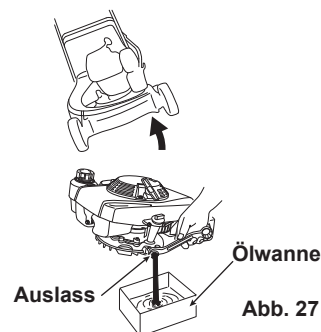

Abb. 27
2. Lassen Sie das Motoröl durch den Auslassstutzen abrinnen. (Siehe Abb. 27)